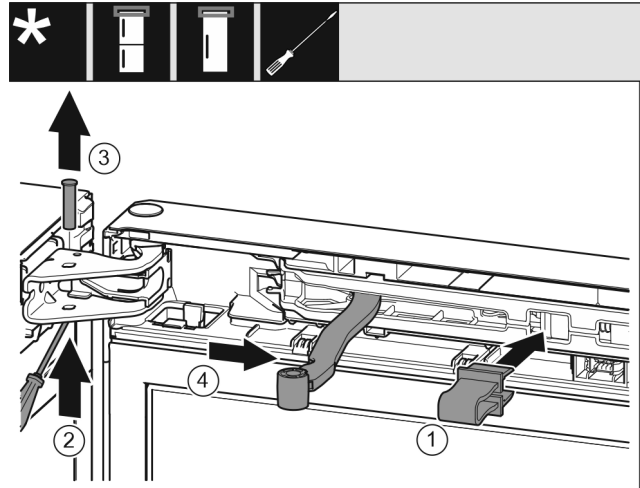

Fig. 11
- Innestare il fusibile Fig. 11 (1) nell'apertura.
- Estrarre il perno Fig. 11 (2).
- Rimuovere il perno Fig. 11 (3) verso l'alto.
- Ruotare il giunto Fig. 11 (4) in direzione della porta.